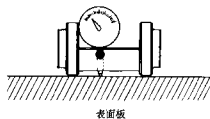

图 13-26
b. 把模拟件放在平台上, 把千分表定位归零 (图 13-26)。